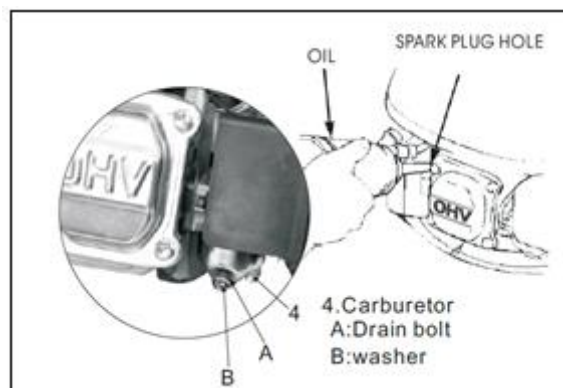

Fig. 13
3. Después de que todo el combustible se haya drenado en el contenedor; reinstale el perno de drenaje y la arandela. Apriete bien el perno de drenaje. (Ver Fig. 13)